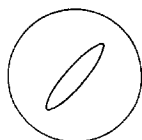

Fig. 4a
- Frequentiebepaling van onbekende wisselspanningen met behulp van een oscillograaf (fig. 4a en 4b).